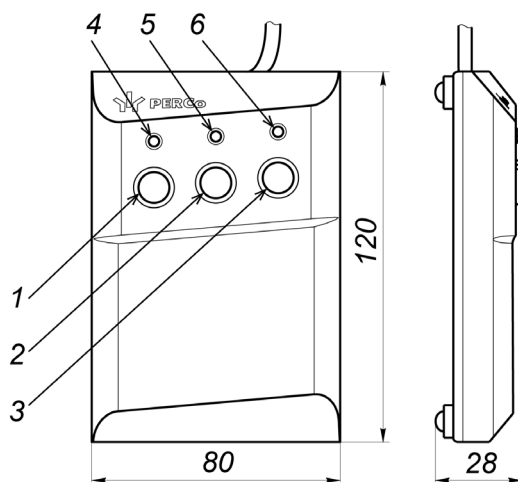
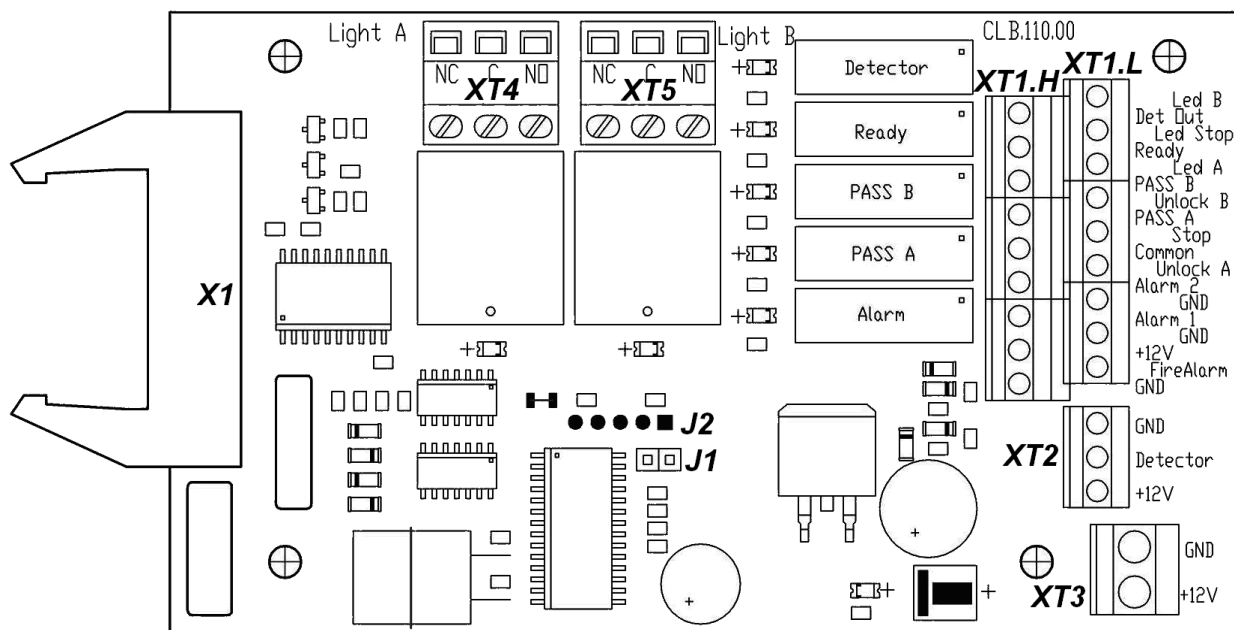

Рисунок 4. Общий вид и габаритные размеры ПДУ
Рисунок 5. Внешний вид платы управления
ПДУ (14) выполнен в виде небольшого настольного прибора в корпусе из ударопрочного АБС-пластика и предназначен для задания и индикации режимов работы при ручном управлении турникетом. ПДУ подключается к плате управления гибким многожильным кабелем (15) через клеммную колодку **XT1.L** (см. рис. 5). Общий вид ПДУ показан на рис. 4.
На лицевой панели ПДУ расположены три кнопки для задания режимов работы турникета. Над кнопками расположены световые индикаторы. В корпусе ПДУ установлен зуммер для звуковой индикации. Средняя кнопка **STOP** предназначена для переключения турникета в режим «Запрет прохода». Левая и правая кнопки **LEFT**, **RIGHT** предназначены для разблокировки турникета в выбранном направлении. Изменить ориентацию ПДУ относительно установки стойки турникета (если на месте установки стойка обращена к оператору не лицевой, а тыльной стороной) можно, поменяв местами провода от ПДУ, подключаемые на контакты *Unlock A* и *Unlock B* а также *Led A* и *Led B* соответственно (см. рис. 5 и рис. 12).
На плате управления (см. рис. 5) расположены:
Выбор режима управления осуществляется снятием / установкой переключки на разъем **J1** платы управления. Расположение разъема **J1** показано на рис. 5. При поставке переключка установлена, что соответствует импульсному режиму управления турникетом. Для перехода в потенциальный режим управления снимите переключку. Изменение режима управления произойдет после включения турникета.
Подключение устройства *Fire Alarm* производится к клеммной колодке **XT1.L** платы управления согласно схеме электрических соединений (см. рис. 12 и рис. 5).
Факт подачи напряжения на обмотку реле можно определить по загоранию соответствующего красного светодиода, установленного на плате управления вблизи соответствующего реле (см. рис. 5).